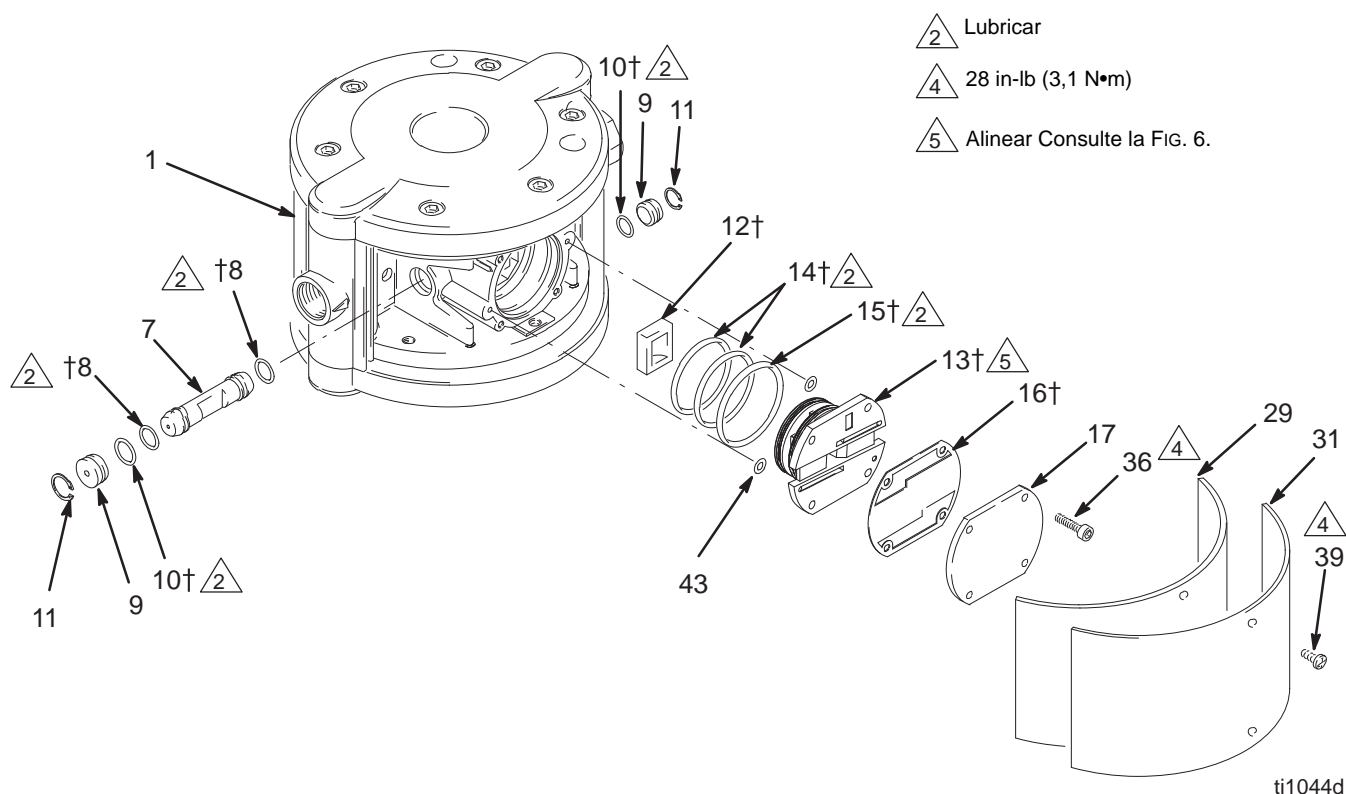

FIG. 7
1. Retire la cubierta lateral (31) y el amortiguador de fieltro (29).
2. Saque los cuatro tornillos (36), la cubierta de la válvula neumática (17) y la junta (16). Consulte la FIG. 7.
3. Consulte la Fig. 6. Tome nota de la orientación de la placa de la válvula neumática (13) con relación a la flecha de salida de fluido, con la marca "POM" hacia arriba. Saque la placa del alojamiento central (1). Saque las tres juntas tóricas (14, 15) y las dos juntas tóricas (43) de la placa. Consulte la FIG. 7.
4. Saque la copela de la válvula neumática (12) del alojamiento central (1).
5. Retire las juntas de retención (11) y el tapón (9) de ambos lados, y deslice el carro (7) sacándolo del alojamiento central (1). Retire las juntas tóricas (8, 10) del carro y del tapón.
1. Lubrique las juntas tóricas (8†) e instélasen en el carro (7). Deslice el carro hasta el interior del alojamiento central (1) de forma que la muesca quede dirigida hacia afuera, tal como se indica en la FIG. 7.
2. Lubrique cada junta tórica (10†) e instélasen en los tapones (9). Introduzca el tapón en cada lado para fijar el carro (7). Instale los anillos de retención (11) para sujetar estas piezas en el lugar correspondiente.
3. Instale la copela de la válvula neumática (12†) en la muesca del carro (7) de forma que el lado abierto esté dirigido hacia afuera.
4. Instale dos juntas tóricas (43) en el escariador del motor neumático.